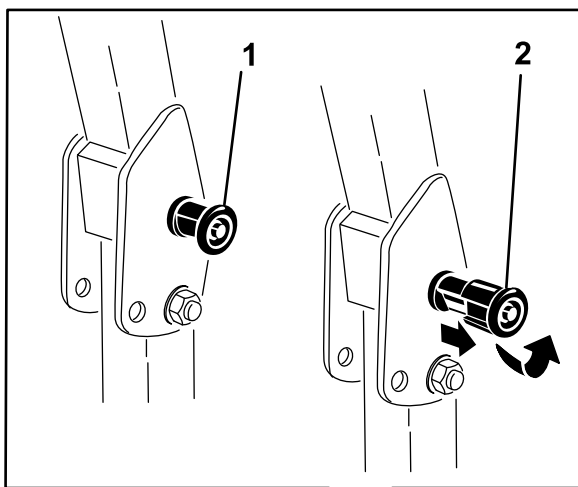

Figura 8
2. Tire de ambos pomos hacia fuera y gírelos 90° para desengranarlos (Figura 8).
3. Coloque la barra antivuelco en la posición de bajada (Figura 8).
- Para elevar la barra anti-vuelco, suba la barra a la posición de uso, y gire los pomos para que se introduzcan parcialmente en las ranuras (Figura 8).
- Eleve la barra a la posición vertical, presionando sobre la parte superior de la misma; las clavijas encajarán en cuanto se alineen con los orificios (Figura 8). Presione sobre la barra para asegurarse de que las clavijas han quedado encajadas.